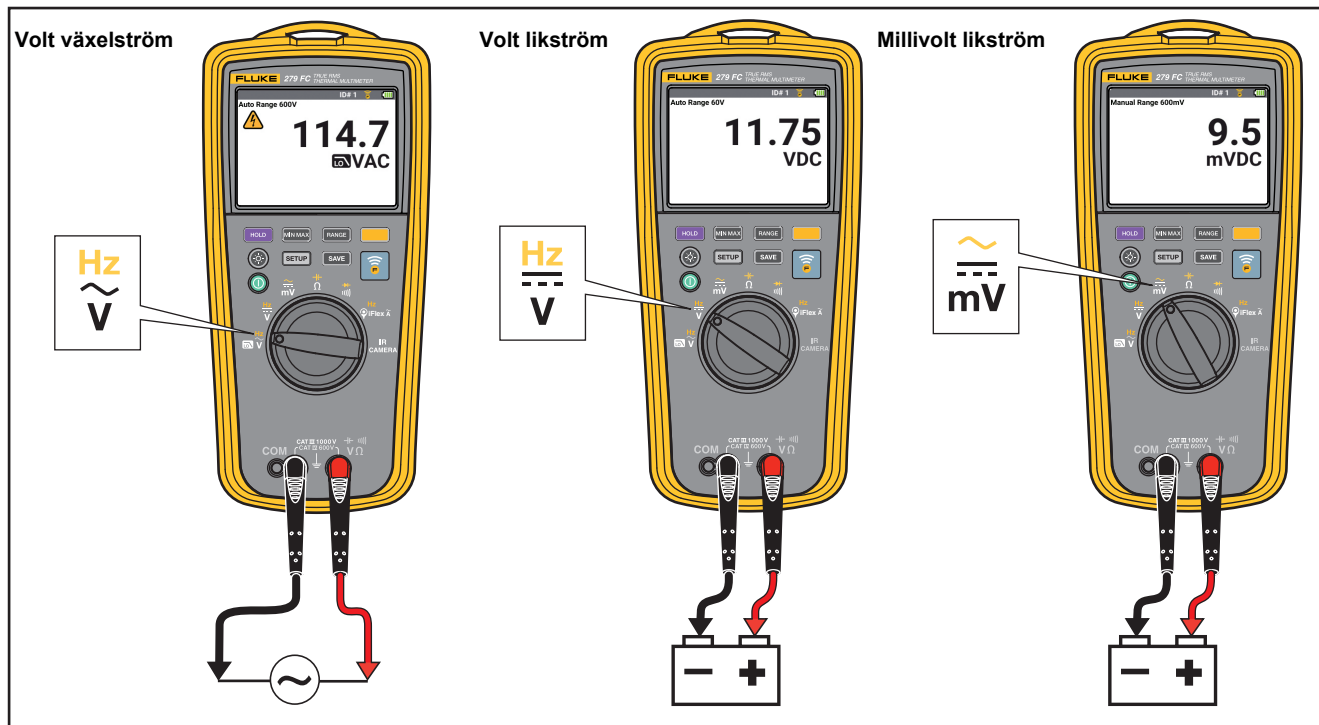

Bild 4. Mätningar av växel- och likspänning
- Mätningar av växel- och likspänning Se bild 4.
1. Vrid vredet till $\hat{\sim}_{mV}$. Se bild 4.